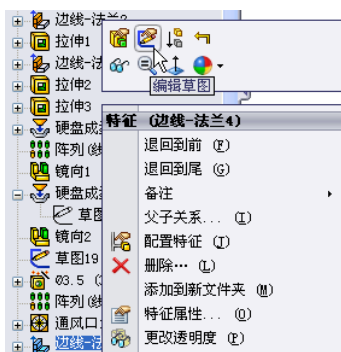
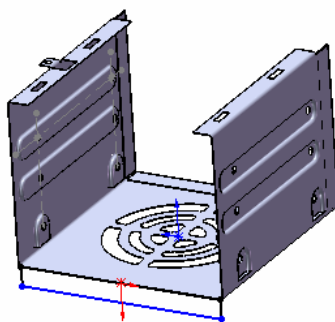

图 10-150 选择“编辑草图”命令
图 10-151 进入草图编辑状态
⑤ 编辑边线法兰的草图。在 FeatureManager 设计树中右击“边线法兰”，在弹出的菜单中单击“编辑草图”图标，如图 10-150 所示。这时，将进入边线法兰的草图编辑状态，如图 10-151 所示。